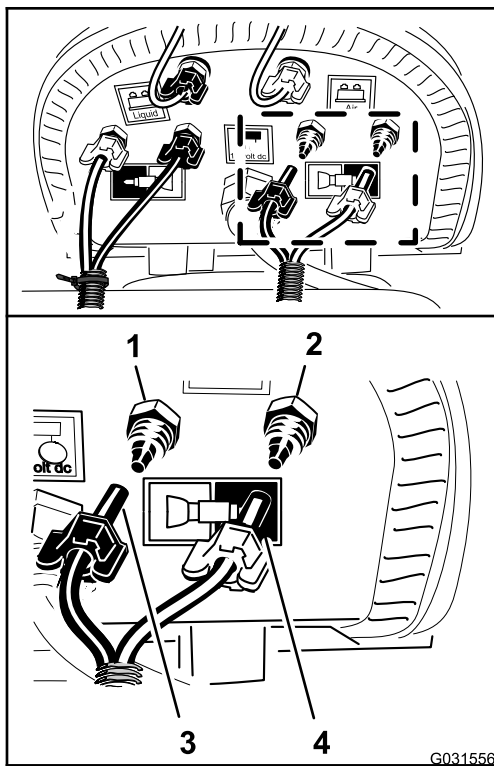

图 214
- 连接无标记没有扎带管子将左喷洒臂段的蓝色管子与左喷洒臂段供水回路的压紧接头对齐图 214。
8. 将用于管子的压紧螺母安装到接头然后用手拧紧螺母图 214。
9. 将左喷洒臂段的透明管子与左喷洒臂段空气回路的压紧接头对齐图 214。
10. 将用于管子的压紧螺母安装到接头然后用手拧紧螺母图 214。